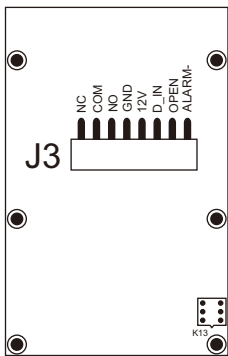

图4 电路板图
- 4．将引出线插座插进前壳的PCB插座J3上（图4），注意稍微用力插紧。